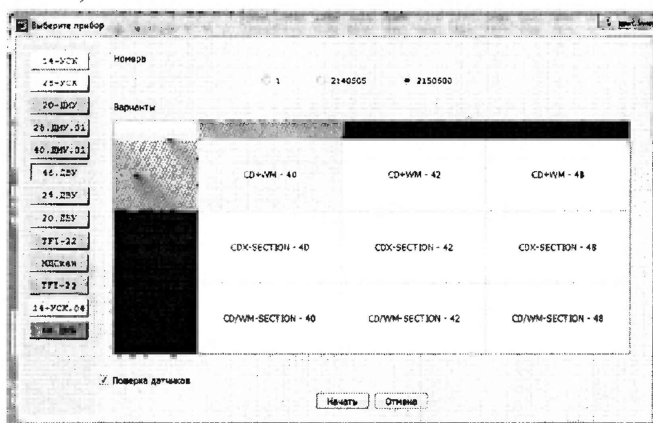

Рисунок 1 – Окно выбора дефектоскопа
8.2.5 Откроется окно «Выберите прибор», в этом окне необходимо выбрать исполнение, типоразмер и заводской номер дефектоскопа и нажать кнопку «Начать» (Рисунок 1).